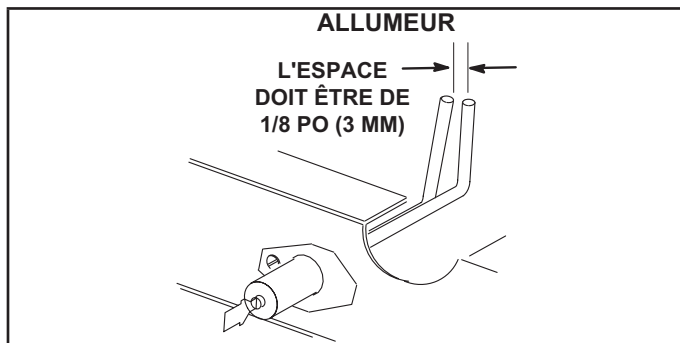

FIGURE 38
- 4 - Localisez l'allumeur sous les brûleurs de gauche. Vérifiez l'écartement des contacts à l'aide de mèches hélicoïdales ou de jauges d'épaisseur de la taille appropriée. Reportez-vous à la FIGURE 38.
5 - Vérifiez l'alignement de l'allumeur et du capteur comme indiqué à la FIGURE 38 et au TABLEAU 17.